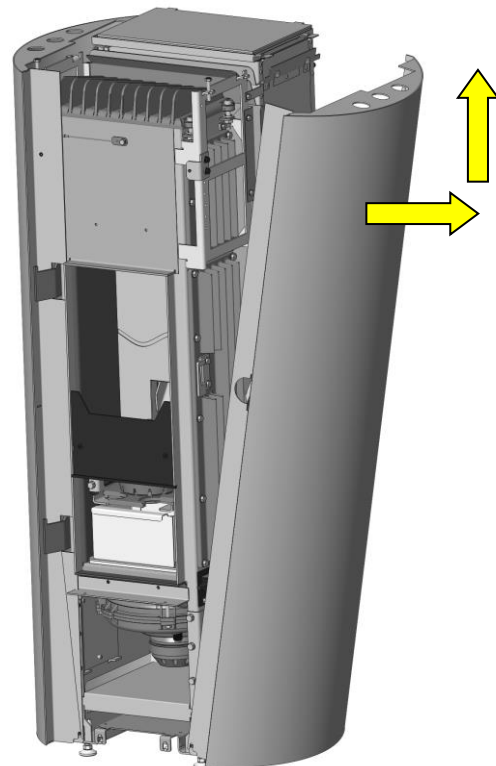

Fig. 31 : démonter l'habillage latéral
5. Les habillages latéraux peuvent maintenant être démontés. À cet effet, basculer l'habillage supérieur vers l'extérieur puis le retirer vers le haut (Fig. 31).